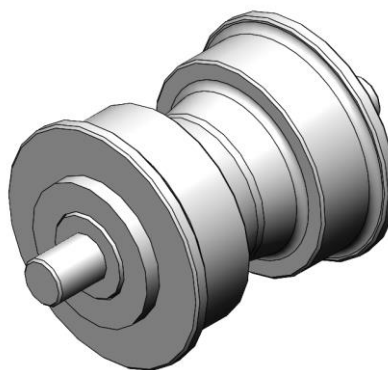

Рисунок 5.152. Внешний осмотр катков
- Провести визуальный осмотр рис. 5.152.